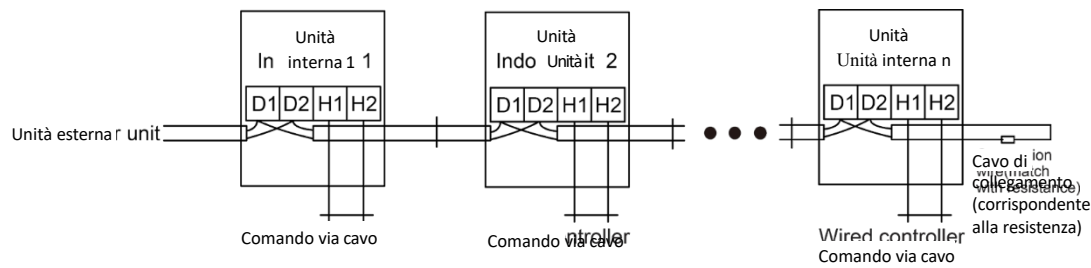

Fig. 5.5
- 2 Per garantire l'affidabilità della comunicazione tra l'UI e l'UE e della comunicazione tra le UI, aggiungere una resistenza adeguata (fornita in una confezione prima della spedizione dalla fabbrica) sulla scheda di cablaggio dell'ultima unità interna in un collegamento in serie. La resistenza corrispondente deve essere collegata in parallelo tra le viti della morsetteria D1 e D2, vedere Fig. 5.5.